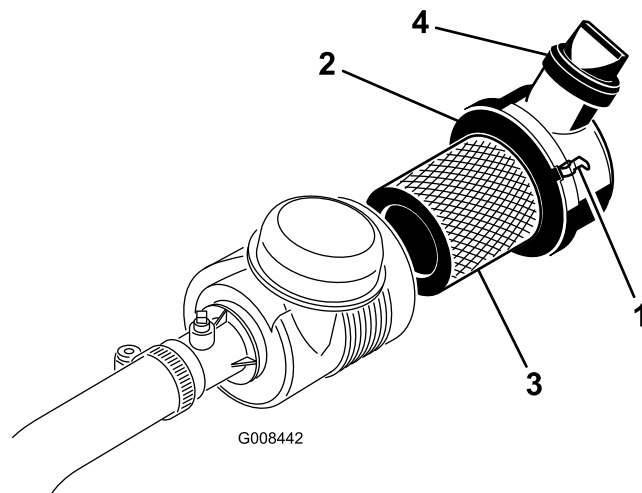

Figure 31
1. Desserrez les fixations qui maintiennent le couvercle sur le boîtier du filtre à air (Figure 31).
- Vérifiez que les attaches fixent bien le couvercle au boîtier (Figure 31).